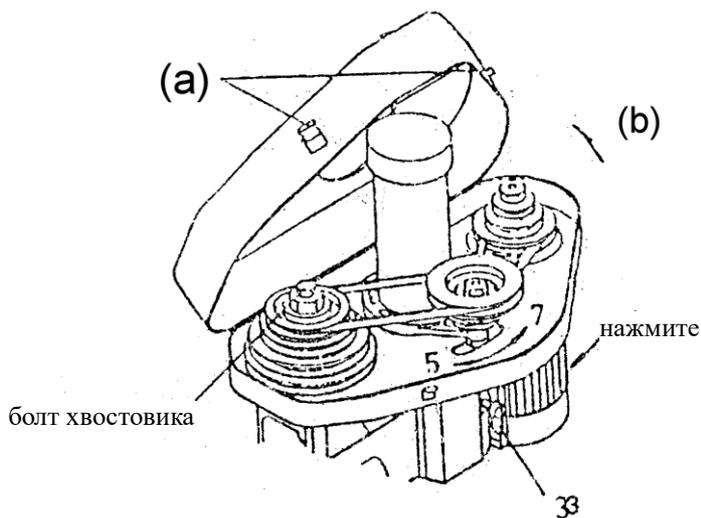

Рис. 5
(1) Выключите питание.
(2) Откройте крышку ремня, высвободив боковые защелки, см. (а)(б) (3) Ослабьте лепестковый винт крепления двигателя
(4) Нажмите на двигатель, чтобы ослабить ремни (головная сторона крепления двигателя зафиксирована, двигайте две боковые стороны двигателя винтом двигателя, чтобы натянуть или ослабить ремни.)
(5) Ослабьте два винта основания внутреннего шкива переключения скоростей, которые также регулируют положение основания внутреннего шкива переключения скоростей.
(6) Выберите подходящее число оборотов в минуту из схемы скоростей на Рис. 5. Затем поместите ремни на нужные шаги шкива.
(7) Затяните два винта основания шкива переключения скоростей и болт замка крепления двигателя.
(8) Закройте крышку ремня выполнив в обратном порядке шаг (2), затем включите питание;